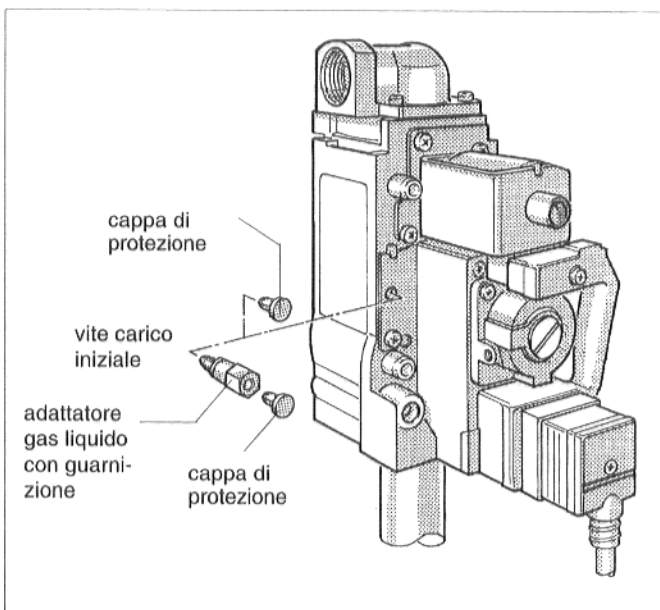

Fig. 52: Apparecchiatura gas "Honeywell" VR 4601
- In caso di adattamento su gas liquido, togliere il coperchio di protezione sull'apertura della potenza all'avviamento ed avvitare l'adattatore per gas liquido (contrassegno: 230) con relativa guarnizione. Se l'adattatore per gas liquido non dovesse avere un proprio coperchio di protezione, applicarvi il coperchio di protezione dell'apertura della potenza all'avviamento (Fig. 52).
In caso di adattamento su gas metano, svitare l'adattatore ed applicare il coperchio di protezione sull'apertura della potenza avviamento (Fig. 52).